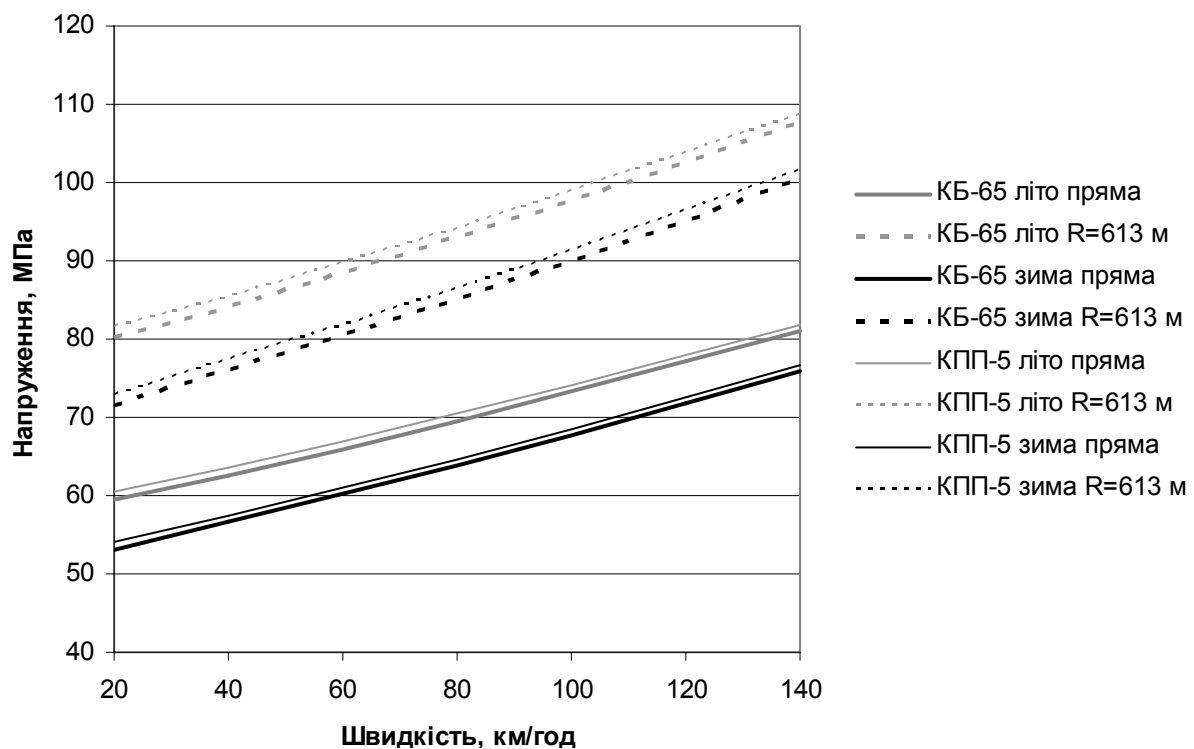

Рис. 6. Напруження в кромці підшви рейки типу Р65
- За даними складених таблиць побудувати графіки. Приклад побудови графіка за даними табл. 5 наведено на рис. 6.